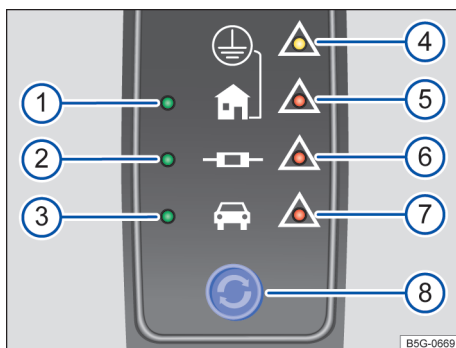

Fig. 168 No cabo de carregamento para tomadas de rede: dispositivo de proteção.
Legenda para → Fig. 168:
Através do dispositivo de proteção eletrônico → Fig. 168, o conector de carregamento não estará energizado até que seja conectado na tomada de carregamento do veículo.
Com o botão de reset → Fig. 168 ⑧ pode ser resetado um indicador de falha no dispositivo de proteção, se for o caso. Manter o botão de reset pressionado durante três segundos, no mínimo.
Indicação → Fig. 168	Significado
Se a corrente de carga for **reduzida** pelo dispositivo de proteção, a luz de advertência do conector da rede → Fig. 168 ⑤ ou do dispositivo de proteção ⑥ pisca em vermelho. Uma ou mais luzes de controle → Fig. 168 ①, ②, ③ se acendem ou piscam em verde. Assim que o cabo de carregamento tiver esfri-
Se o dispositivo de proteção detectar um erro na alimentação de corrente, a luz de controle do condutor de proteção → Fig. 168 ④ se acende ou pisca em amarelo ou a luz de controle do conector de rede → Fig. 168 ⑤ em vermelho, sem que seja exibido um indicador operacional (indicação de funcionamento). O processo de carregamento será interrompido. Verifique se é possível carregar em outra tomada da rede.
i Os cabos de carregamento fornecidos fora da Noruega geralmente não podem ser utilizados para carregamento em tomadas de rede na Noruega. Os cabos de carregamento na Noruega não possuem luz de advertência → Fig. 168 ④ devido à outra rede de energia elétrica.